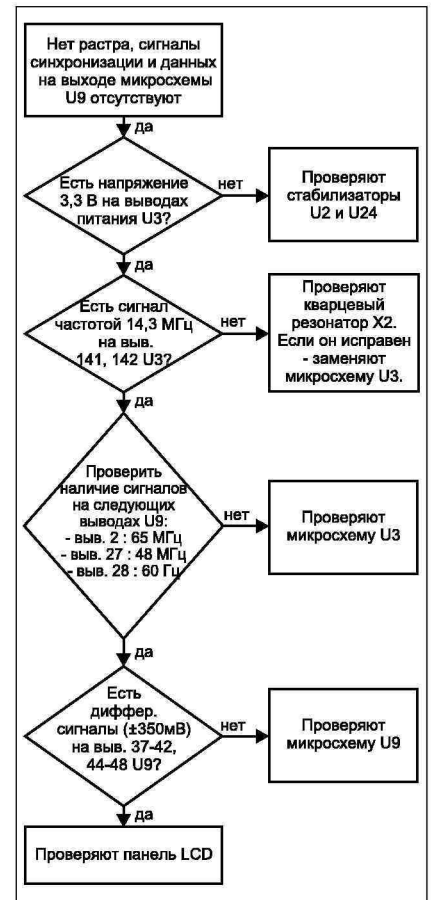

Рис. 12
- Нет раstra, сигналы синхронизации и данных на выходе микросхемы U9 отсутствуют (рис. 12);